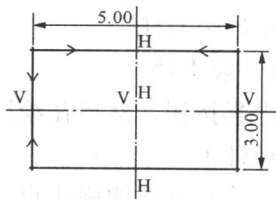

图 1-19 中心对称矩形
(2) 在绘制矩形的时候也可以使用中心线作为对称中心, 使矩形的边相互对称, 如图 1-19 所示。